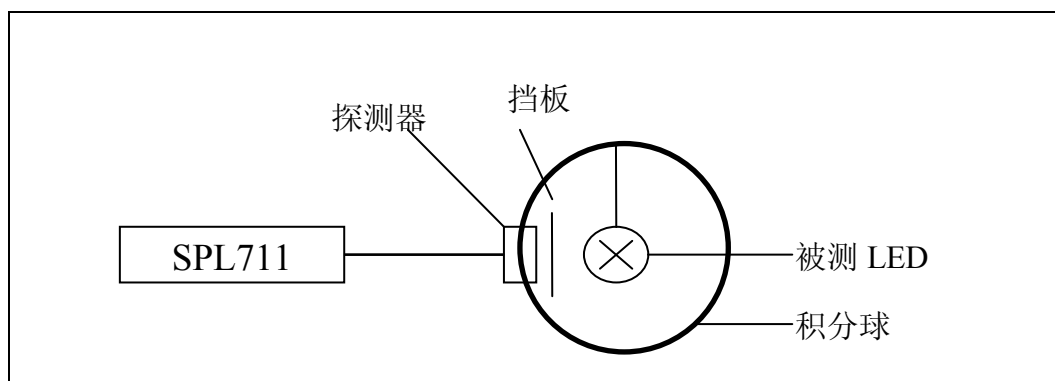

图 5 LED 光通量测试示意图
LED 行业在高速发展，LED 应用日趋广泛，对于 LED 的电性能及光通量的测量，也显得越来越重要，为此，本公司研制了 SPL711 LED 光通量测试仪。该仪器具有用户自设定正向工作电流，定标、自校零功能。可用于测量 LED 的正向电流、正向电压、反向电流、反向电压、光通量。适合于 LED 快速筛选分级、质检等场合使用。整个测试系统由 LED 供电电源、V (λ) 探测器、主机三部分组成（请参见图 5）。
光通量测试系统由 $V(\lambda)$ 探测器、主机、积分球三部分组成。连接见图 5
- 1、按图 5 所示连接好测试积分球和主机，测试积分球上的 LED 灯座上插上被测 LED（注意**极性**不要插反）。
- 4、在安装 LED 灯时，要注意 LED 灯的安装位置，要保证 LED 灯的灯头在刻度盘的中心位置，如图 5 示。